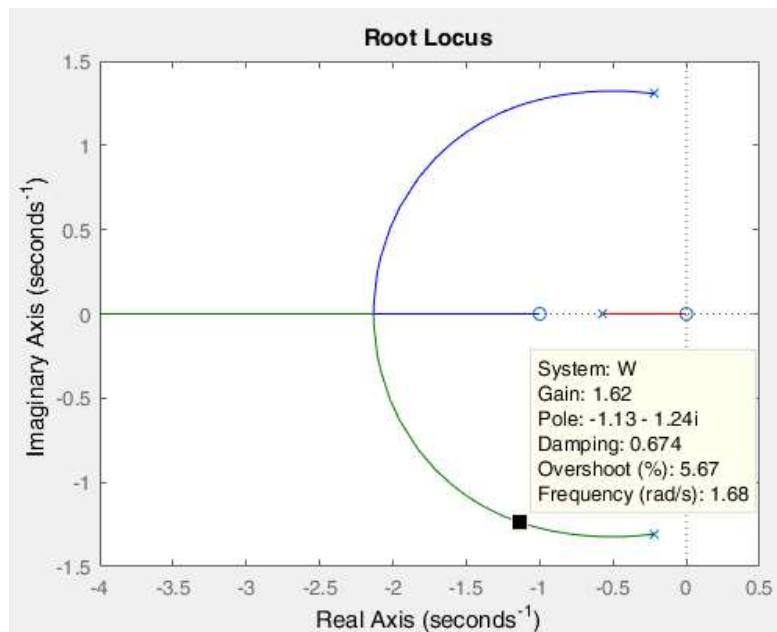

Рис. 2 Корневой годограф
4. Проанализируем поведение полюсов системы в зависимости от коэффициента Gain. Команда locus автоматически рассчитывает, как меняются полюса при разных усилениях в прямой цепи. Результатом её выполнения будет картина, показанная на Рис. 2, где линии разного цвета соответствуют движениям разных полюсов – корневой годограф.